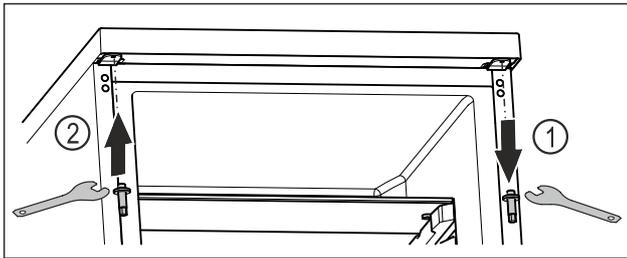

Fig. 18
- ▶ Oberen Bolzen mit Außensechskantschlüssel herausdrehen. *Fig. 18 (1)*
- ▶ Bolzen auf der Gegenseite mit Außensechskantschlüssel festschrauben. *Fig. 18 (2)*